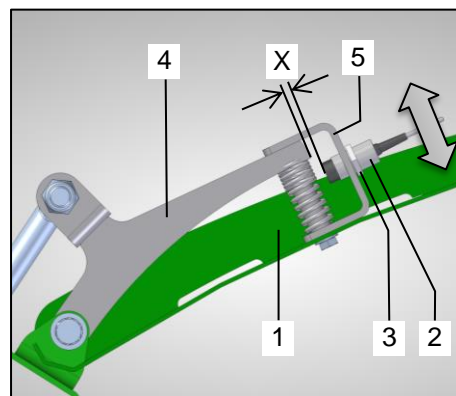

Bild 35: Sensor Einstellung
Mit Hilfe der Befüllautomatik wird der Transportboden automatisch bei Erreichen einer definierten Materialhöhe im Laderaum betätigt. Hierbei wird die Bewegung der Befüllhaube (Bild 35 / Pos.1) durch einen Sensor (Bild 35 / Pos.2) registriert.
Der Sensor (Bild 35 / Pos.2) an der Stirnwall (Bild 35 / Pos.1) wird bei Ruhestellung eingestellt. Die Stirnwall (Bild 35 / Pos.1) ist hierbei nicht angehoben.
- Lösen Sie am Sensor (Bild 35 / Pos.2) die Mutter (Bild 35 / Pos.3).
- Spricht die Befüllautomatik beim Beladen zu schnell an, platzieren Sie den Sensor (Bild 35 / Pos.2) näher in Richtung Befüllhaube (Bild 35 / Pos.1).
Soll die Befüllautomatik beim Beladen früher ansprechen, platzieren Sie den Sensor (Bild 35 / Pos.2) weiter von der Befüllhaube (Bild 35 / Pos.1) weg. Beachten Sie, dass die Diode hierbei noch nicht leuchten darf, da sonst die Befüllautomatik sofort betätigt wird.
- Halten Sie den Sensor (Bild 35 / Pos.2) in dieser Position und ziehen Sie die Mutter (Bild 35 / Pos.3) unter Berücksichtigung des maximalen Anzugsmoments wieder an.
Spricht die Befüllautomatik beim Beladen zu schnell oder zu spät an, muss erneut eine Einstellung des Sensors (Bild 35 / Pos.2) vorgenommen werden.